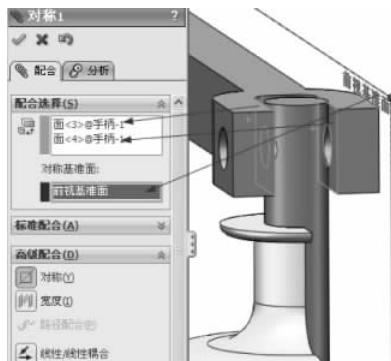

图 3-15 对称配合
(3) 继续进行配合操作,在【高级配合】选项组下选择【对称】配合类型 ,在【配合选择】选项组下的【要配合实体】选择框中选择手柄的两个内侧面,在【对称基准面】选择框中选择装配体的前视基准面,如图 3-15 所示,其他保持默认,然后单击【确定】按钮 ,完成对称的配合。